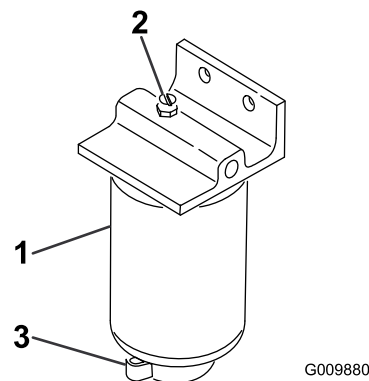

Рисунок 57
3. Открутите сливной кран в днище стакана фильтра (Рисунок 57).
2. Очистите область крепления корпуса фильтра (Рисунок 57).